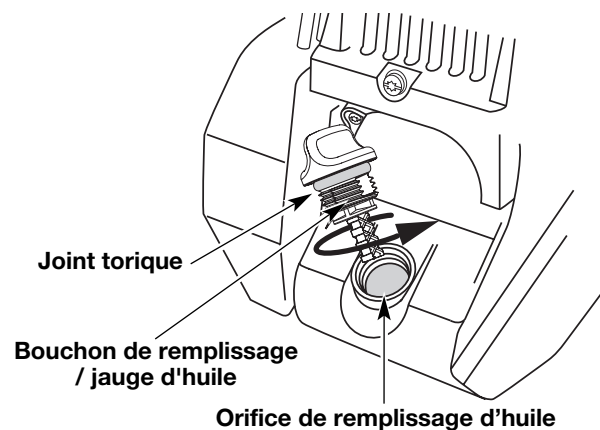

Fig. 8
3. Retirez le bouchon / la jauge d'huile du carter-moteur (Fig. 8).